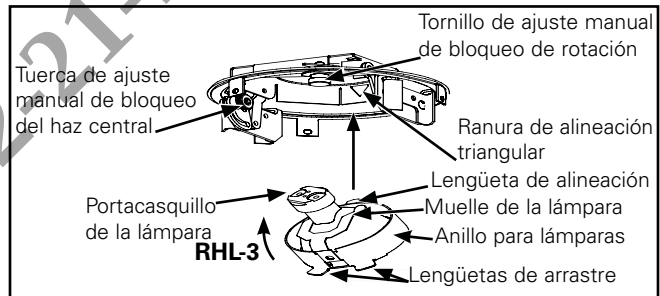

Figura 6.
1. Tire de las lengüetas hacia abajo en el anillo para lámparas hasta que la unidad se desenganche de la unidad del disco giratorio (Figura 6.).
2. Inserte la lámpara nueva. Asegúrese de que la lámpara quede apoyada contra la lente y sujeta por el muelle de la lámpara. Empuje el portacasquillo en la lámpara (Figura 6.).
3. Pase los conectores del portacasquillo hacia adentro del capuchón y alinee la lengüeta de alineación del anillo para lámparas con la ranura triangular en el soporte de ajuste. Empuje las lengüetas hasta que se "sujeten a presión" en su lugar (Figura 6.).
Afloje el tornillo de ajuste manual de bloqueo de rotación (Figura 6.). Gire el disco giratorio a la ubicación deseada. Ajuste el tornillo de ajuste manual de bloqueo de rotación.
Afloje la tuerca de ajuste manual de bloqueo del haz central (Figura 6.). Inserte un destornillador entre las lengüetas de ajuste de luminosidad en el soporte de ajuste. Oriente el haz hacia la ubicación deseada y ajuste el tornillo de ajuste manual.